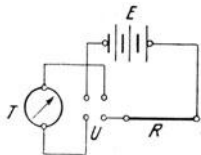

Fig. 169.
**Anleitung.** a) Schalte die Sammler  $E$  (Fig. 169) hintereinander und in den äußern Stromkreis die 50 Windungen der Tangentenbussole  $T$ , den offenen Stromwender  $U$  und den Widerstandsatz  $R$ , bei dem alle Schrauben geöffnet sind. Schalte zunächst 50 Ohm ein, schließe den Strom und bestimme unter Benutzung des Stromwenders aus den vier Stellungen der beiden Zeigerspitzen den Ablenkungswinkel.
**Anleitung.** a) Schalte alle drei Ketten  $E$  hintereinander und in den äußern Stromkreis die 50 Windungen der Tangentenbussole  $T$ , den geöffneten Stromwender  $U$  und den Widerstandsatz  $R$ , dessen sämtliche Spulen eingeschaltet sind (Fig. 169). Schließe den Strom und schalte so viel Widerstand ( $\sim 50$  Ohm) ein, daß die Ablenkung der Bussole  $\sim 45^\circ$  wird. Bestimme mit dem Stromwender aus den vier Stellungen der beiden Zeigerspitzen die wahre Ablenkung der Magnetnadel.